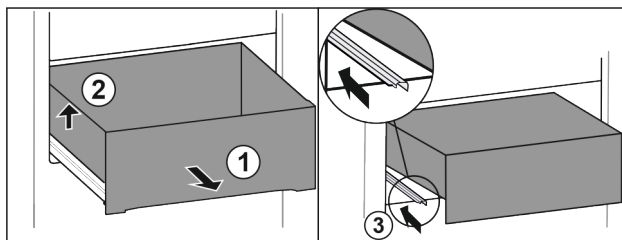

Fig. 23
- ▶ Vytáhněte zásuvku až na doraz. Fig. 23 (1)
- ▶ Nadzvedněte zásuvku vlevo. Fig. 23 (2)
- ▶ Zasuňte levou kolejničku. Fig. 23 (3)